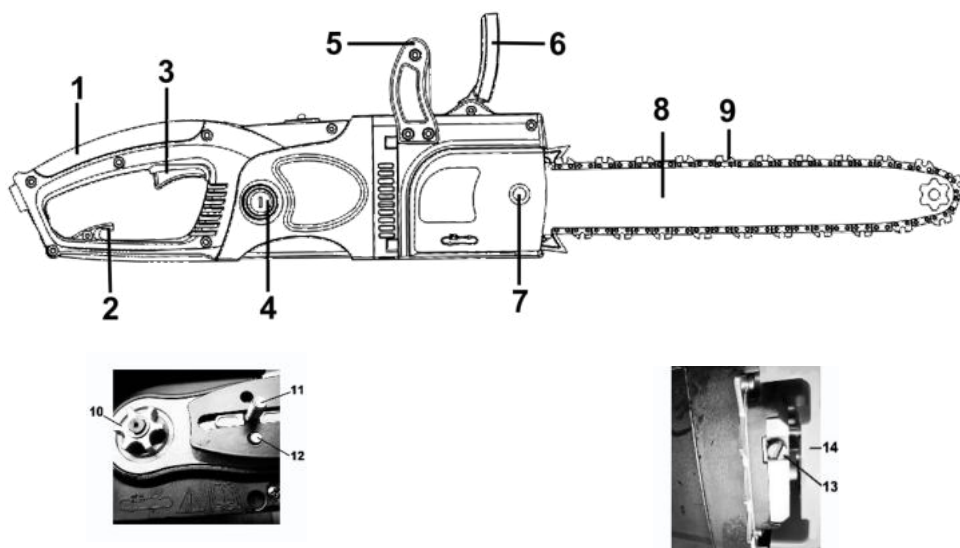

Рисунок 1
пиляльної гарнітури у складі шини (8), пиляльного ланцюга (9), однофазного колекторного двигуна з подвійною ізоляцією, який встановлений по «подовжній» схемі – вісь двигуна паралельна осі виробу, при цьому рух на приводну шестерню (10) ланцюга передається під кутом 90° через конічний редуктор; системи зчеплення з відцентровою муфтою та гальмами, – згідно рис. 1.
**Пиляльна гарнітура** - консольного типу, складається з напрямної шини (8), пиляльного ланцюга (9), які під'єднані до двигуна через систему зчеплення та до систем натягування і змащування ланцюга. Зчеплення виконане як інерційна муфта на валу двигуна, у якій зовнішня приводна шестерня рухає пиляльний ланцюг. Конструкція муфти передбачає передачу руху на ланцюг після досягнення робочих обертів двигуна. Змащення направляючої паза шини в процесі роботи - безперервне, автоматичне, за допомогою насоса. Насос і мастильний бак для змащення ланцюга розташовані в корпусі двигуна. Натягування ланцюга забезпечується регулюванням положення направляючої шини ланцюга відносно приводної шестерні (розташована під кришкою (14) кріплення шини) за допомогою натяжного пристрою, який приводиться в дію вручну ходовим гвинтом (13) за допомогою викрутки з комплекту.
**Інерційне гальмо пиляльного ланцюга.** Гальмування ланцюга забезпечує безпеку користування пристроєм під час роботи і спрацьовує вручну при натисканні лівою рукою переднього важеля гальма в бік пиляльної гарнітури, або автоматично при виникненні ривка пили за рахунок дії інерції мас на цей же захисний пристрій. Ланцюг при спрацьовуванні гальма зупиняється за частки секунди. Гальмівне зусилля створюється тертям гальмівної стрічки по зовнішній поверхні гальмівного барабана. Одночасно додатковий вимикач розриває електричний ланцюг живлення електродвигуна. Для відключення механічного гальма необхідно повернути захисний пристрій (6), або щиток гальма ланцюга в початкове положення.
4.1.1 Для увімкнення виробу натисніть на кнопку блокування від випадкового ввімкнення (розташована з лівого боку основної рукоятки), а потім на важіль перемикача (3) (рис. 1). Для відключення виробу слід важіль відпустити.